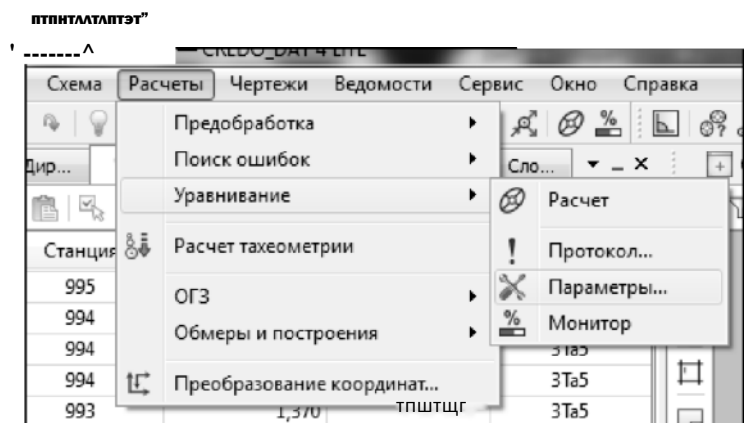

Рис. 7.1
1. Выполните настройку параметров уравнивания. Для этого выполните команду *Расчеты /Уравнивание/Параметры* (рис. 7.1).